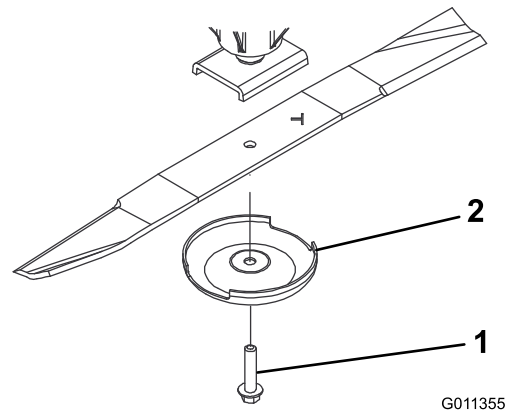

Figura 73
3. Retire del eje de la cuchilla el perno de la cuchilla, el protector de césped y la cuchilla (Figura 73).